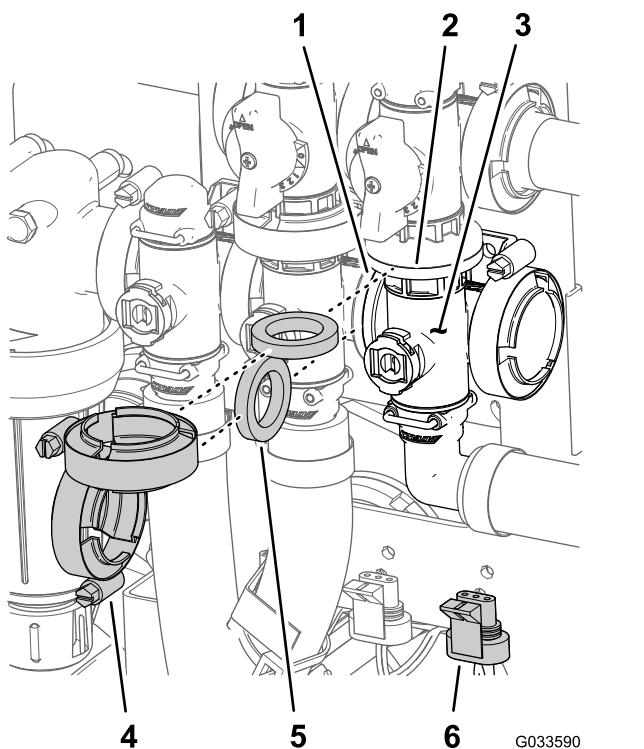

Figura 126
- Alinhe a flange do coletor da válvula da rampa principal, uma junta e a flange da válvula de derivação da rampa principal (Figura 126).
- Monte o coletor da válvula da rampa principal, junta e válvula de derivação da rampa principal com uma braçadeira de flange bem apertado à mão (Figura 126).
- Alinhe a flange do coletor da válvula da rampa principal, uma junta e o coletor da válvula de agitação (Figura 126).
- Monte o coletor da válvula da rampa principal, junta e coletor da válvula de agitação com uma braçadeira de flange e aperte à mão (Figura 126).
- Monte a válvula de agitação na montagem da válvula com o parafuso de cabeça flangeada e porca de bloqueio flangeada (Figura 126) que removeu no passo 3 de Remoção da válvula do coletor da rampa principal (página 82) e aperte a porca e parafuso com 10 a 12 N·m.